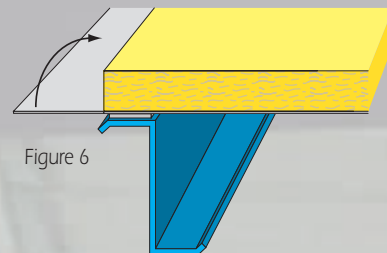

Figure 6
- dégarnir l'isolant du pare-vapeur débordant jusqu'au niveau de la panne (fig. 6),